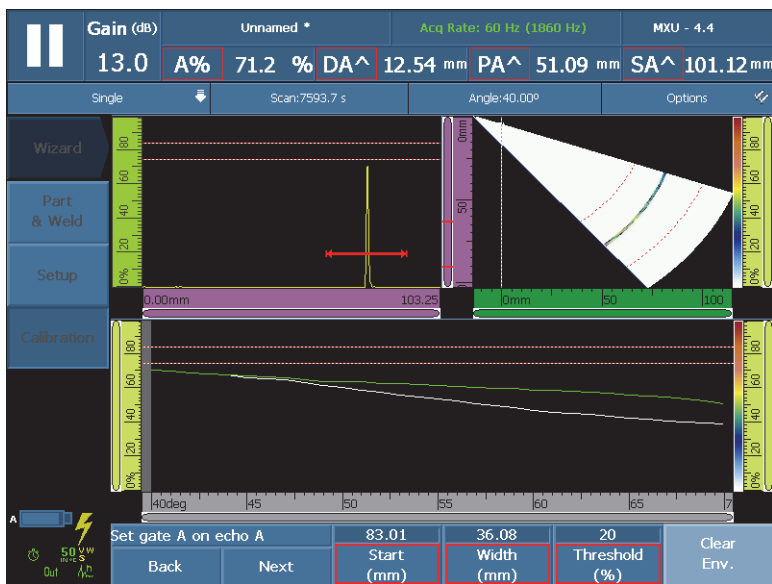

Рис. 5-22 Установка строга А на огибающую сигнала
6. В шаге **Уст. строб А на эхо А** выполните следующее (см. Рис. 5-22 на стр. 164):